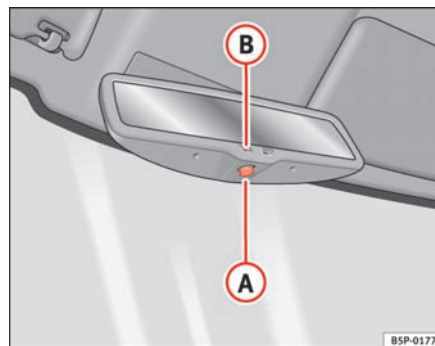

Fig. 62 Bakspejl med automatisk afblænding
- Tryk på knappen **A** ⇒ fig. 62. Kontrollampen **B** slukker. ►
- Tryk på knappen **A** ⇒ side 98, fig. 62. Kontrollampen lyser.